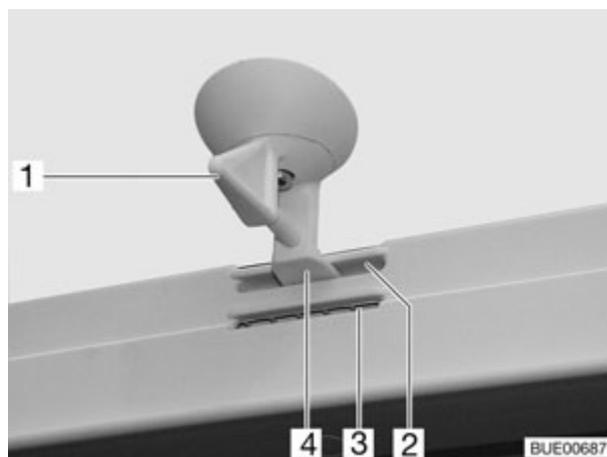
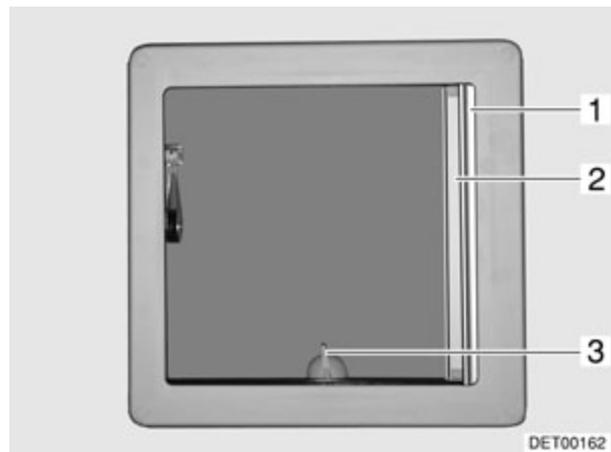

Fig. 52 Lanterneau basculant, dispositif de verrouillage
Fig. 53 Lanterneau basculant
- Tourner le levier (Fig. 52,1 ou Fig. 53,3) d'un quart de tour dans le sens inverse des aiguilles d'une montre et pousser le lanterneau basculant, via le levier, vers le haut.
- Tirer le lanterneau basculant vers le bas avec le levier (Fig. 52,1).
- Tourner le levier d'un quart de tour. Le dispositif de verrouillage (Fig. 52,4) doit pénétrer dans l'ouverture inférieure (Fig. 52,3).
- Tourner le levier d'un quart de tour. Le dispositif de verrouillage (Fig. 52,4) doit pénétrer dans l'ouverture supérieure (Fig. 52,2).
- Tirer le dispositif occultant plissé (Fig. 53,1) dans le sens de la flèche et le relâcher lorsqu'il a atteint la position voulue. Le dispositif occultant plissé reste alors à cette position.
- Tirer la moustiquaire (Fig. 53,2) jusqu'à ce que le dispositif de verrouillage s'enclenche dans la partie opposée.